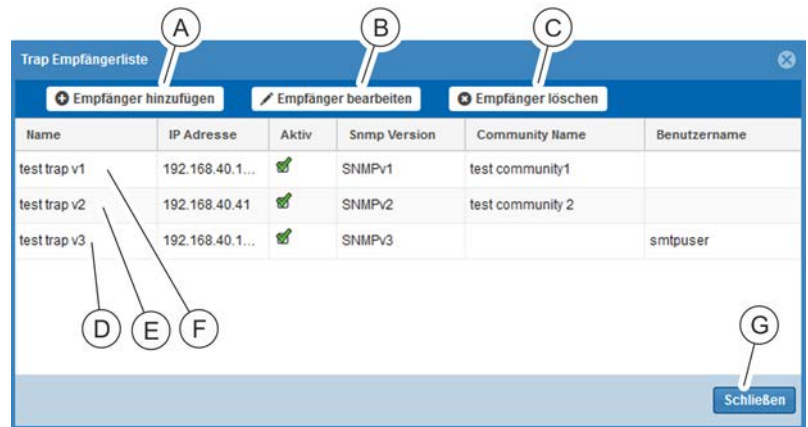

Abb. 234: Fenster "Trap Empfängerliste"
⇒ Es öffnet sich das Fenster "Trap Empfängerliste" (Abb. 234).
3. Über die Schaltfläche „Empfänger hinzufügen“ (Abb. 234/Ⓐ) Trap-Empfänger einrichten.
i Es können Trap-Empfänger mit dem SNMPv1/ SNMPv2-Protokoll (Abb. 234/Ⓔ/Ⓕ) bzw. Trap-Empfänger mit dem SNMPv3-Protokoll (Abb. 234/Ⓓ) konfiguriert werden.
4. Nach der Einrichtung der Trap-Empfänger das Fenster über die Schaltfläche „Schließen“ verlassen (Abb. 234/Ⓖ).